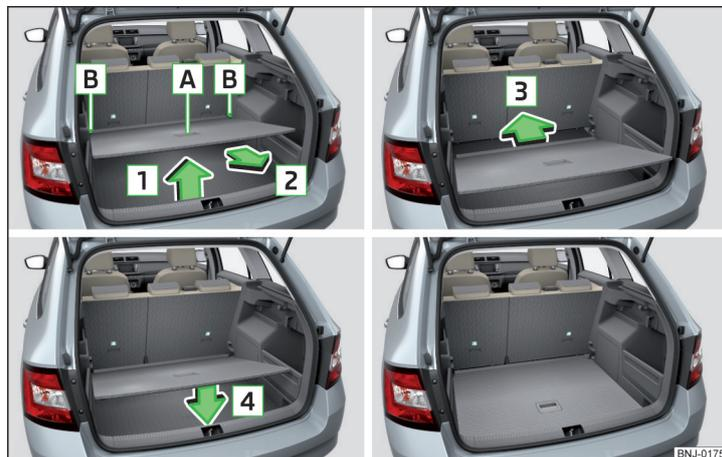

Fig. 107 Réglez le plancher de chargement variable en position inférieure
- Saisissez le plancher de chargement variable à la poignée **A** » fig. 107.